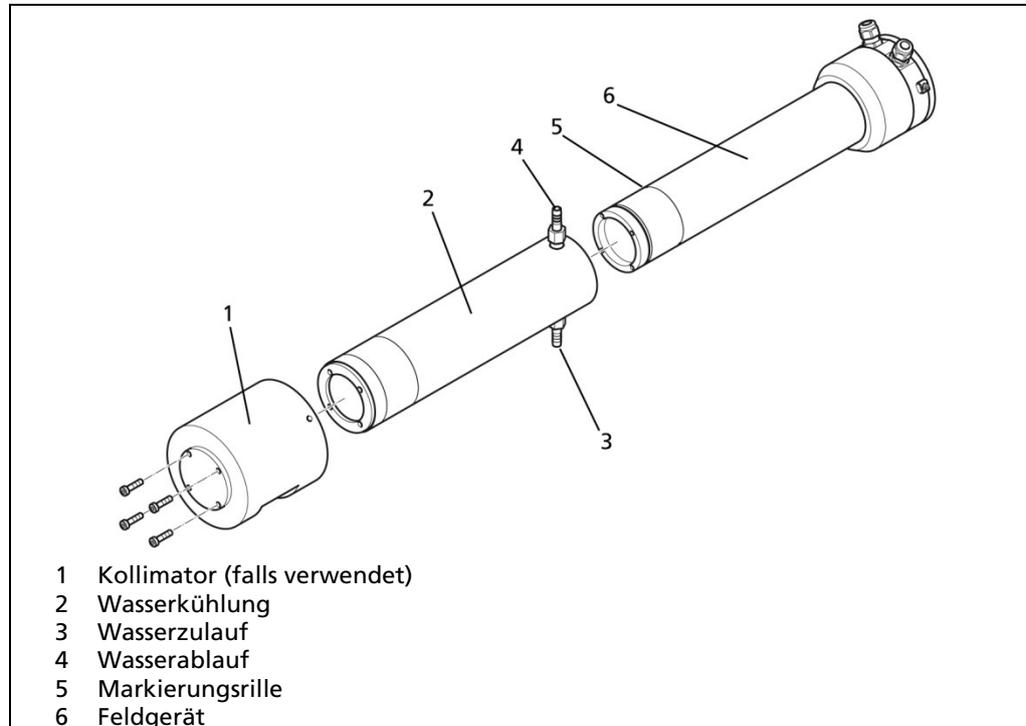

Abb. 9 Feldgerät mit Wasserkühlung
1. Schieben Sie die Wasserkühlung (Abb. 9, Pos. 2) mit den Anschlussstutzen voran in Richtung des Anschlussraums (Abb. 9, Pos. 1).
Ist das Feldgerät waagrecht montiert, muss der untere Anschluss (Abb. 9, Pos. 3) als Wasserzulauf verwendet werden.
2. Schieben Sie den Kollimator über die Wasserkühlung, so dass das Strahlenfenster zum Strahler ausgerichtet ist. Positionieren Sie dabei den Kollimator und die Wasserkühlung zum Lochkreis des Feldgeräts. Achten Sie darauf, dass die Position der Anschlussstutzen so angeordnet ist, dass Sie später ungehindert Zugang zur Montage der Wasserzuführung haben (siehe Abb. 9).